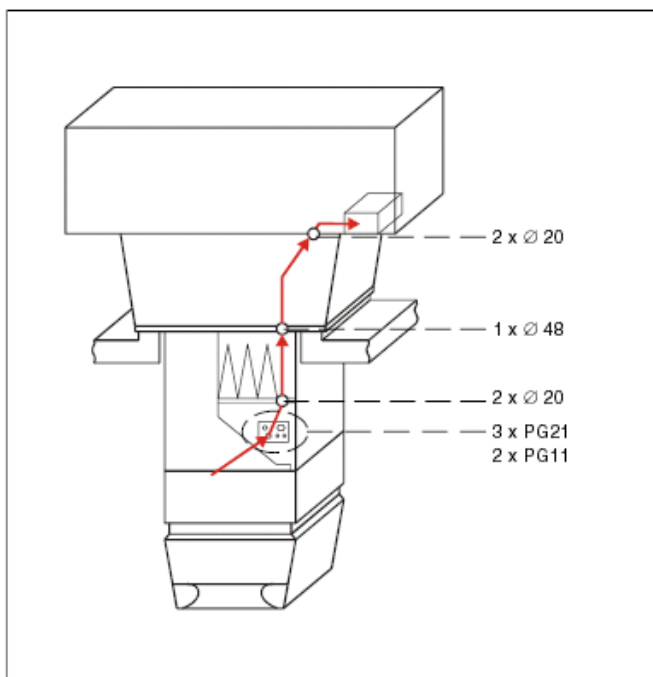

Рис. 1: Трасса кабелей
- Если в воздухораспределителе производится установка нефирменного датчика температуры приточного воздуха, то необходимо использовать миниатюрный датчик. Он монтируется в имеющееся отверстие с противоположной стороны от подачи воды (см. рис.1). При ином расположении датчика температуры приточного воздуха в воздухораспределителе может происходить неправильный съем температуры приточного воздуха; кроме того, датчик может помешать регулировке направляющих лопаток вентилятора!